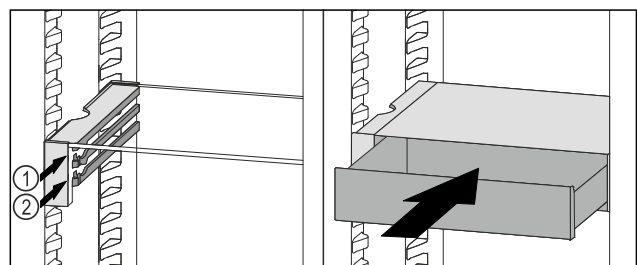

Fig. 94
- ▶ VarioSafe-lade achter de stoppers op de gewenste rib *Fig. 94 (1)* of *Fig. 94 (2)* plaatsen.